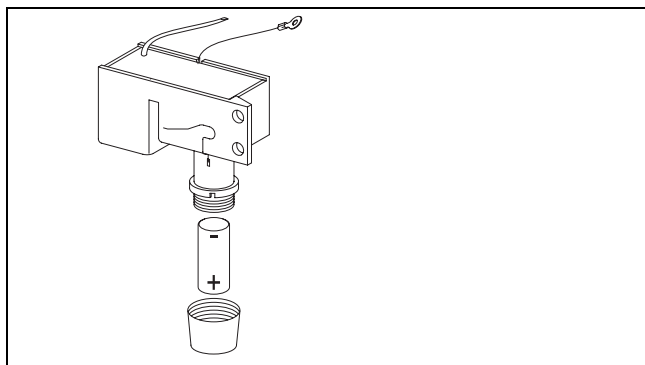

Fig. 5 Inserimento delle batterie
- Introdurre nell'apposito contenitore le batterie (Fig. 5) rispettandone la polarità.